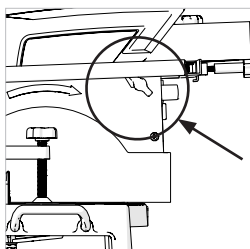

Fig. 23a
- Vergewissern Sie sich, dass sich der Sägetisch in der untersten Einstellung befindet (**s. Abb. 23a u. 23b**)
1. Einstellen der Sägetischhöhe (Abb. 23a u. 23b)